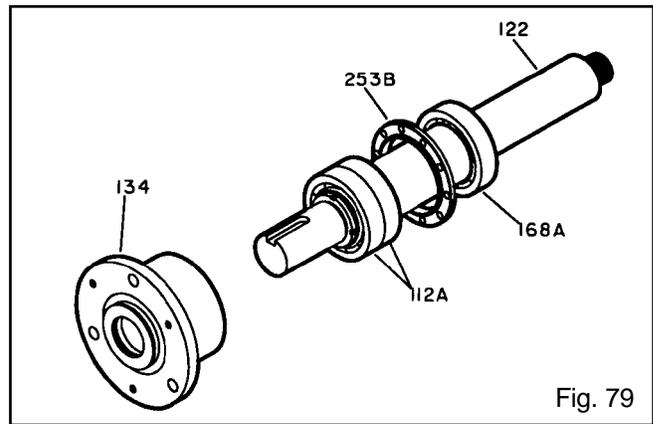

Fig. 79
6. Retire la caja de los cojinetes (134) del eje (122) con los cojinetes (112A, 168A) (Fig. 79).